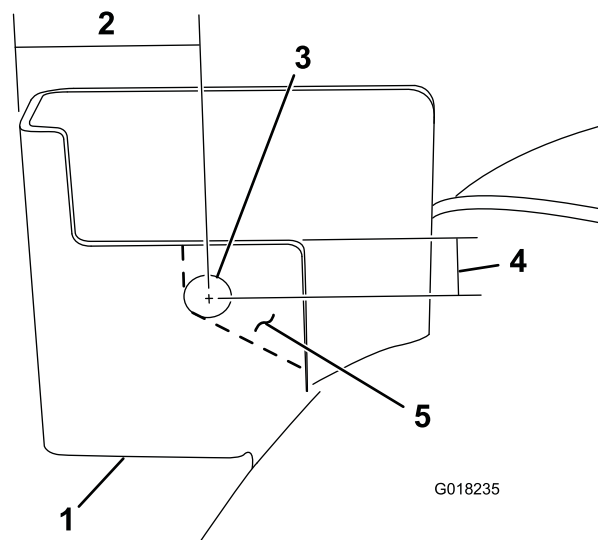

Bild 2
- A. Bohren Sie zum leichteren Entfernen von Teilen von der Mähwerkhalterung hinten links ein 13 mm großes Loch in die Halterung an der Stelle, die in Bild 2 dargestellt ist.
B. Entfernen Sie das Teil der Mähwerkhalterung hinten links, wie in Bild 2 dargestellt.